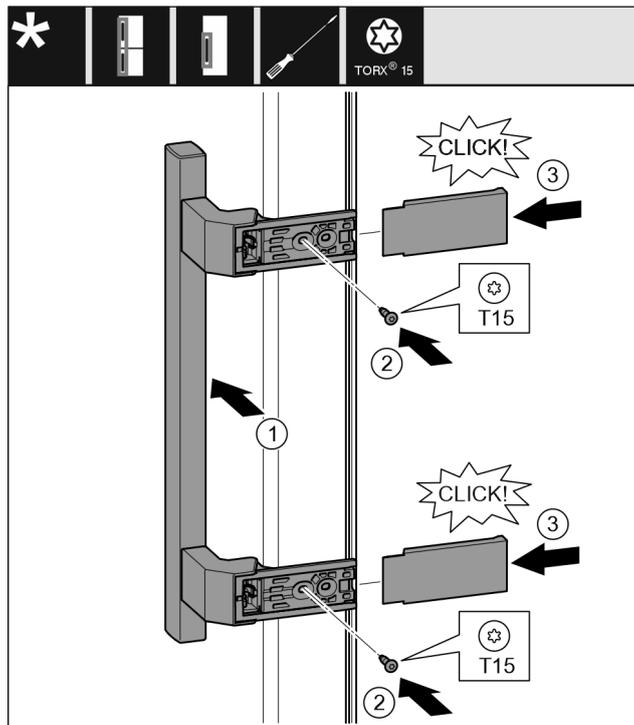

Fig. 15
- ▶ Applicare la maniglia sul lato opposto. Fig. 15 (1)
- ▶ Avvitare le viti con un cacciavite T15. Fig. 15 (2)
- ▶ Applicare le coperture lateralmente e spingerle in sede. Fig. 15 (3)